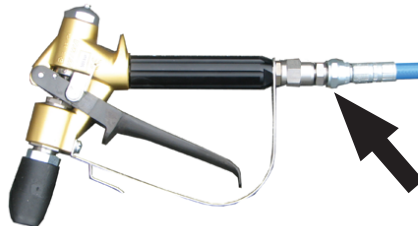

Abb. 10 Spritzschlauch an Pistole (Beispiel) anschliessen
2. Schließen Sie das andere Ende des Spritzschlauchs an die Spritzpistole an (siehe Abb. 10).